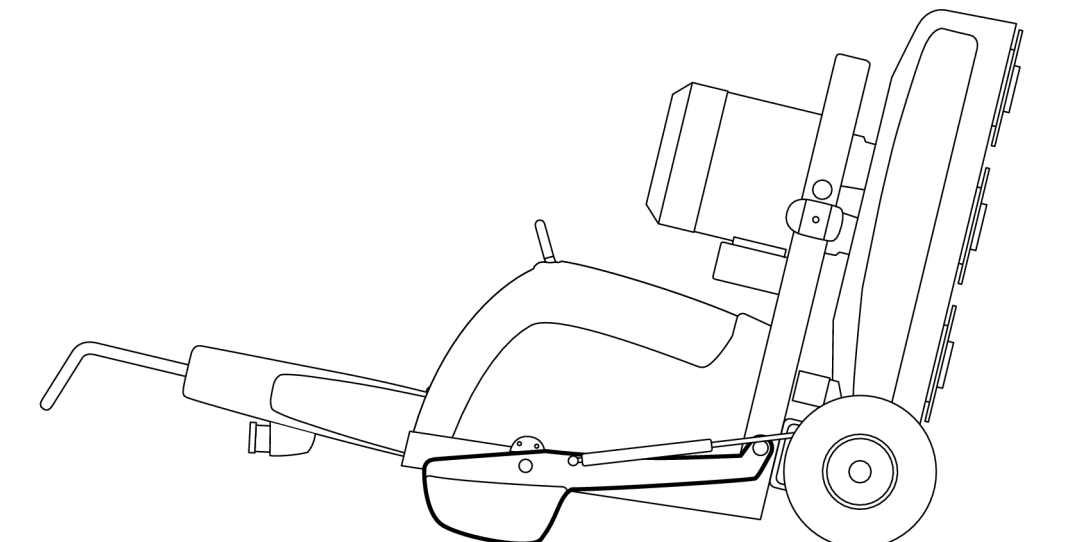

Figura 4-12. Máquina reposando sobre el suelo
5. Levantar la máquina lo suficiente para que se pueda bloquear las masas en posición subida. A continuación, bajar la máquina completamente sobre el suelo, ver Figura 4-12, página 24.